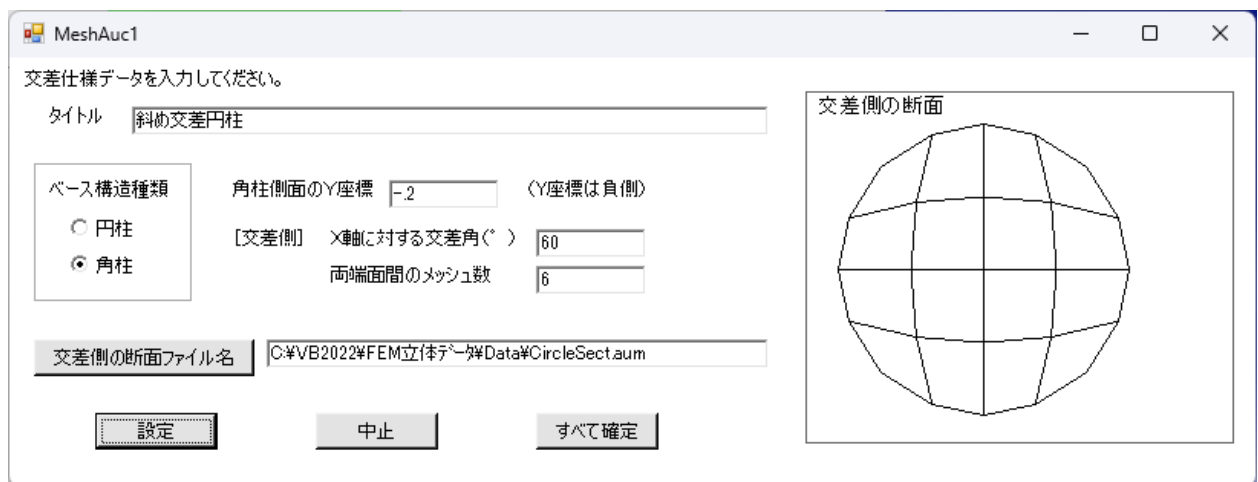

図7-3 交差仕様データ入力画面（ベース柱状体が角柱の場合）
④ベース構造種類として角柱を選択した場合は、図7-3の画面となります。同図では角柱側面のY座標を入力します。